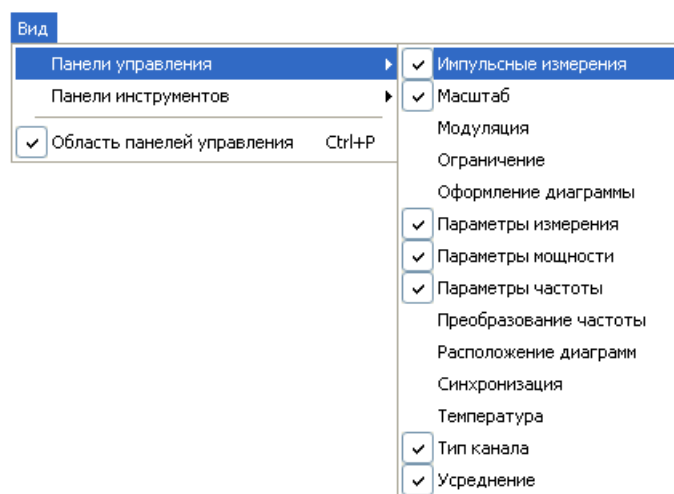

Рисунок 3.2 – Отображение панели управления
3.2 По-умолчанию панель управления скрыта. Чтобы отобразить панель управления необходимо установить флажок «*Импульсные измерения*» в меню «Вид\ Панель управления» (рисунок 3.2).